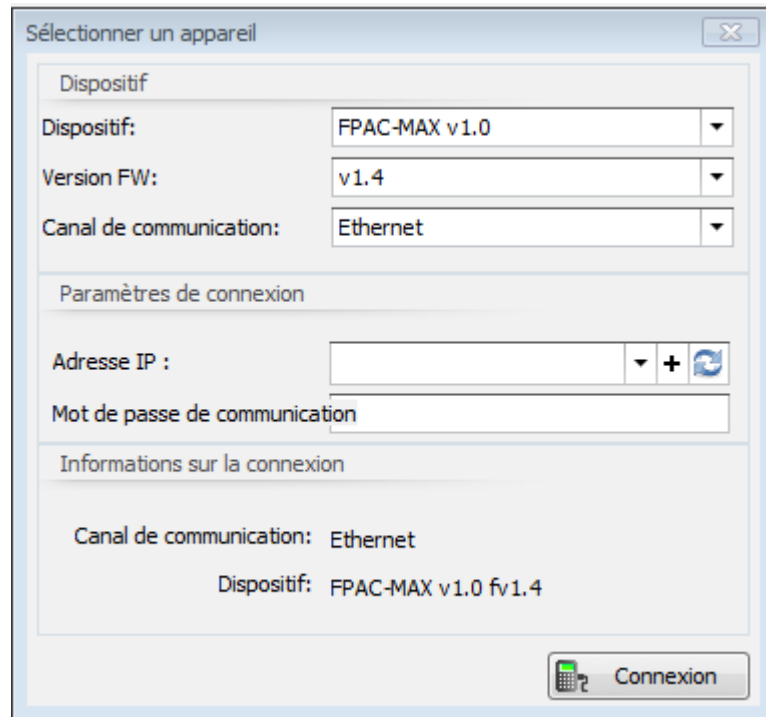

Fig. 6 Fenêtre de sélection d'appareils dans le logiciel AC-MAX HW
4. Dans la fenêtre ouverte (fig.6), sélectionnez *l'appareil FPAC-MAX v1.0 Fingerprint READER*, le firmware *1.4* et le canal de communication Ethernet.